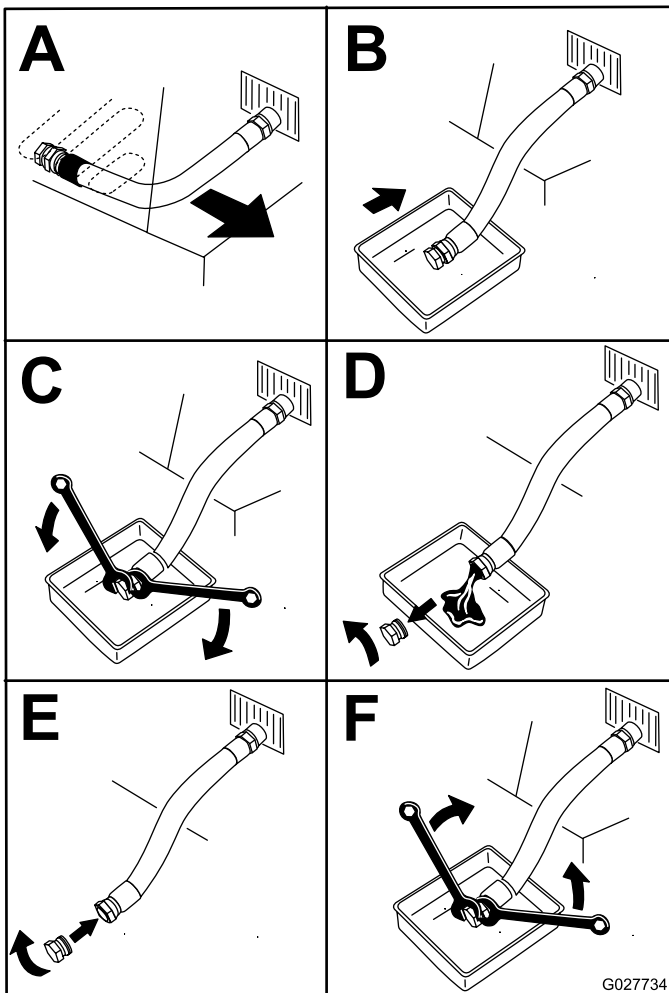

Figura 67
5. Purgue o óleo do motor (Figura 67).